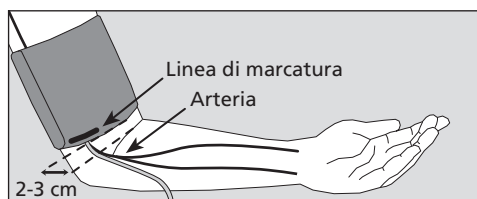

fig. 2
- ➔ Infilare il braccio nel bracciale aperto ad anello fino a che il bordo inferiore del bracciale venga a trovarsi 2-3cm al di sopra dell'incavo del gomito. Il bracciale deve essere posizionato in modo che il segno si trovi sopra l'arteria (vedere fig. 2).